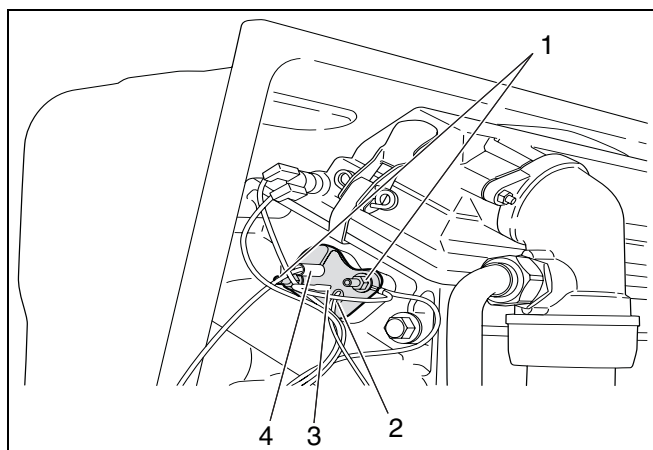

Fig. 41 Smontare l'elettrodo di ionizzazione e l'elettrodo di accensione ad incandescenza
- Estrarre i dadi di fissaggio (fig. 41, pos. 1).
- Staccare il cavo di messa a terra (fig. 41, pos. 3).
- Estrarre dal bruciatore l'elettrodo di accensione ad incandescenza (fig. 41, pos. 2) e l'elettrodo di ionizzazione (fig. 41, pos. 4).